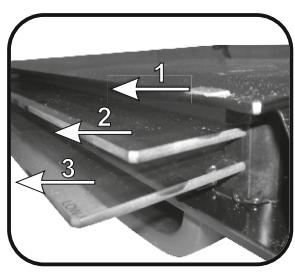

Figuur 4
- Verwijder het bovenste metalen deksel door deze omhoog te trekken. (figuur 4)